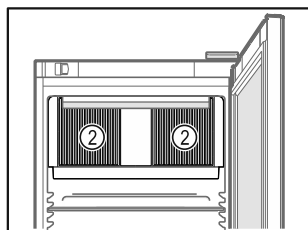

Fig. 81
- ❑ No obstruir la ranura de ventilación Fig. 81 (2) del ventilador de recirculación de aire del interior.